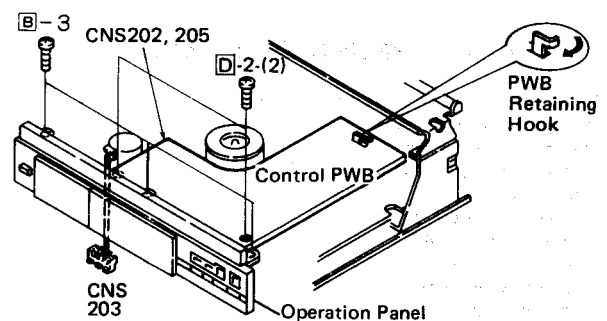

Figure 4-3
3. Remove three screws from the operation panel, and take the operation panel off. See Fig. 4-3.
- (1) Disconnect three sockets (CNS202, 203 and 205). See Fig. 4-3.
- (2) Remove two screws from the control PWB, and straighten its hooking part by using a needle nose pinchers and take the control PWB off. See Fig. 4-3.
- (1) Drei Anschlüsse (CNS202, 203 und 205) trennen. Siehe Abb. 4-3.
- (2) Zwei Schrauben von der Steuerungs-Leiterplatte entfernen, ihren Hakenteil mit einer spitzen Zange geraderichten und die Steuerungs-Leiterplatte abnehmen. Siehe Abb. 4-3.
- (1) Débrancher les trois douilles (CNS202, CNS203, et CNS205). Voir la Fig. 4-3.
- (2) Déposer les deux vis de la PMI de commande, redresser sa partie de crochitage à l'aide de pinces pointues et déposer la PMI de commande. Voir la Fig. 4-3.